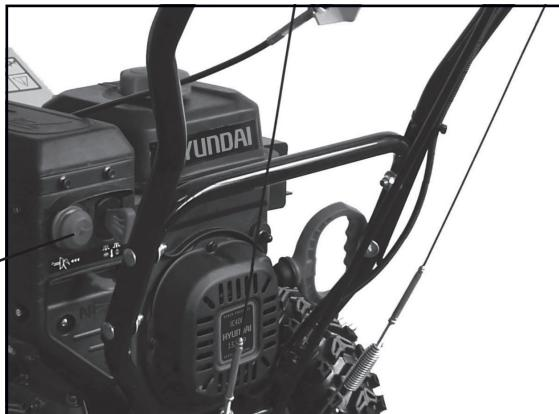

Рис. 12
Необходимы две, три подкачки праймером (A) непосредственно в карбюратор двигатель, чтобы облегчить запуск для первоначального холодного старта двигателя (Рис.12).